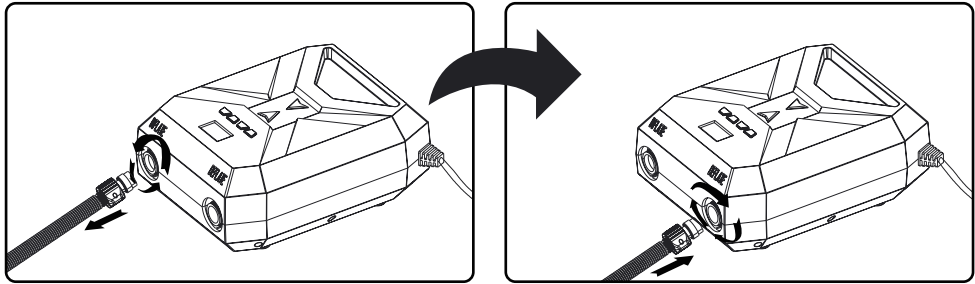

FIG 3
- Verbind de buis met de leeglaat poort van de pomp en draai in wijzerzin om vast te zetten. (FIG 3)